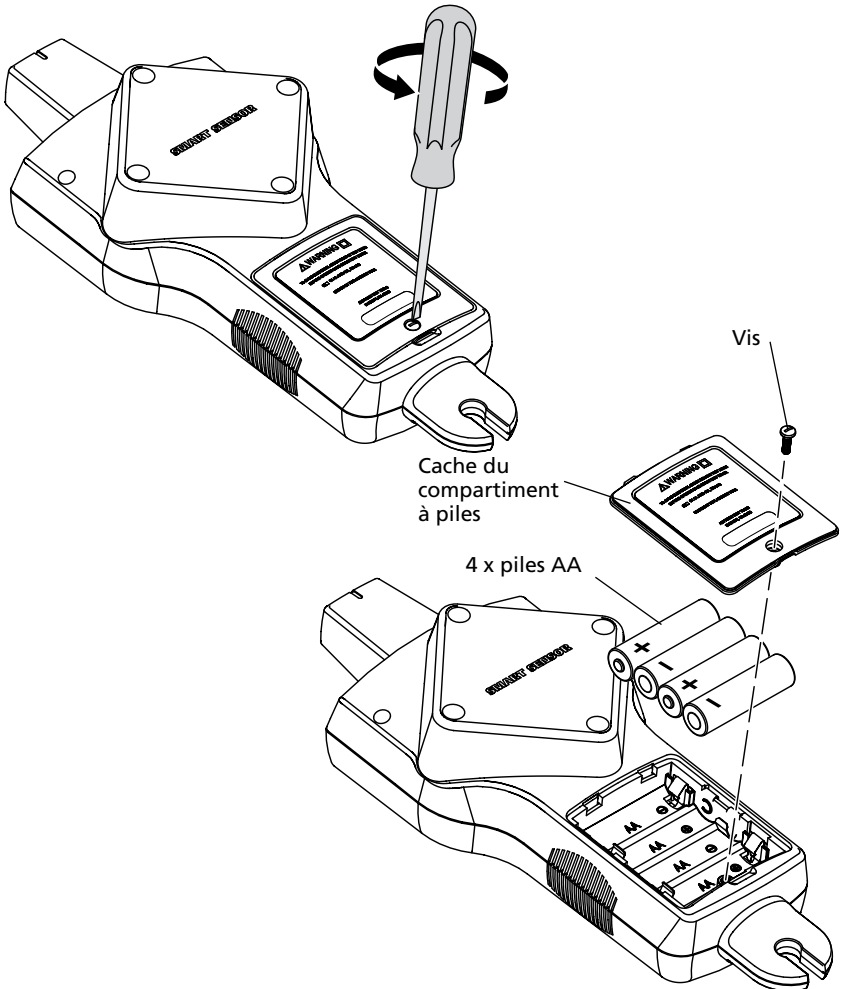

Figure 5.1b : Changer les piles du récepteur
3. Retirez le couvercle des piles (Figure 5.1b).